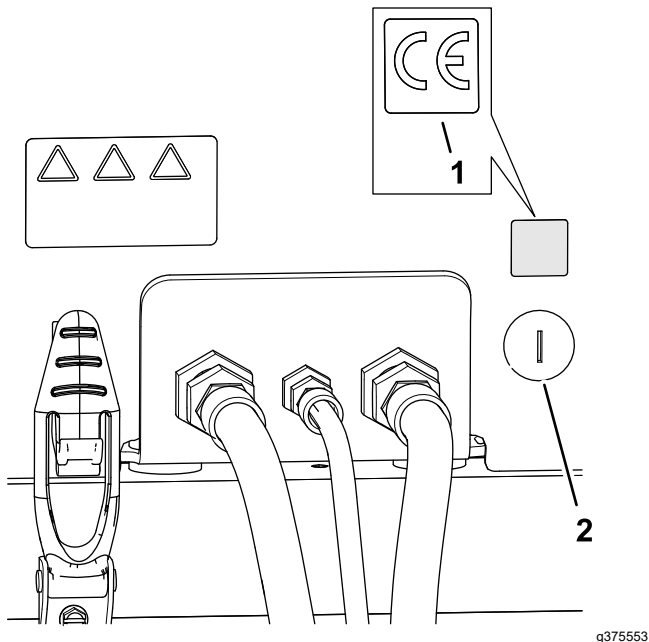

Figura 37
1. Folosiți alcool sanitar și o lavetă curată pentru a curăța zona capotei din apropierea clișetului capotei și lăsați capota să se usuce (Figura 37).